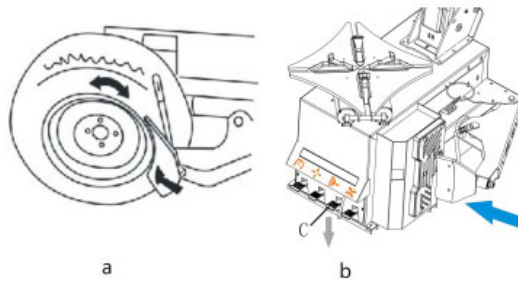

Abb.17
- Platzieren Sie den Reifen zwischen dem Reifenlöser-Schuh und dem Gummipolster und halten Sie den Schuh zwischen dem Wulst und der Felge, etwa 1 cm vom Wulst entfernt (Abb.17-a). Drücken Sie das Pedal C (Abb.17-b), um den Reifen von der Felge zu lösen.